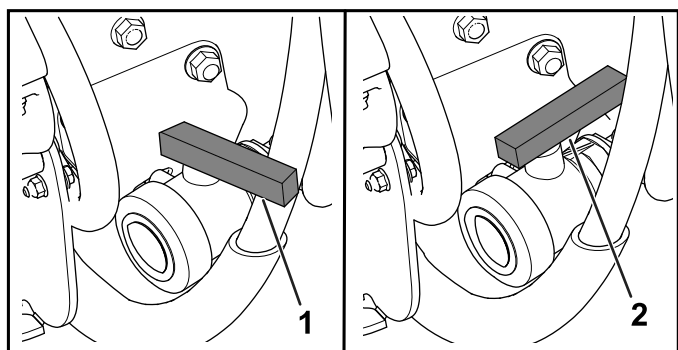

Figura 93
3. Deschidei robinetul pentru a elimina toate materialele neutilizate din rezervor (Figura 93).
4. Închidei robinetul de evacuare (Figura 93).